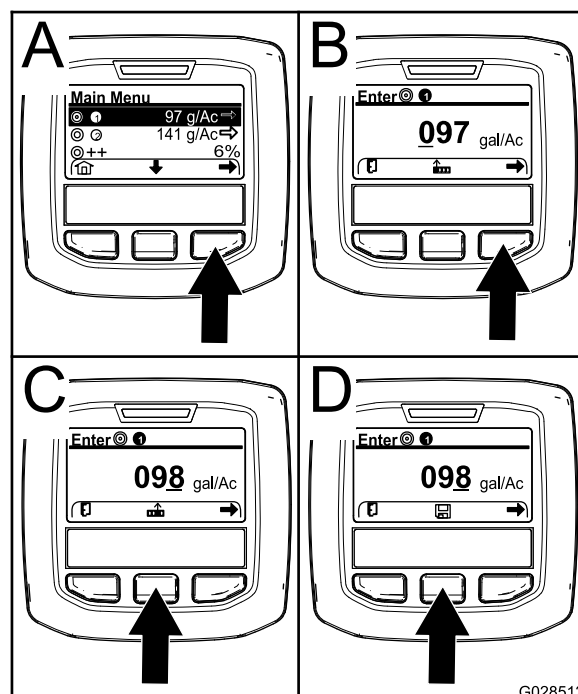

Figura 57
2. Se necessário, carregue no botão de seleção central para realçar a taxa de aplicação do programa 1 do pulverizador (Figura 57).
3. Carregue no botão de seleção direito para selecionar o programa 1 do pulverizador (A de Figura 57).
- Carregue no botão de seleção direito (B de Figura 57) para mover o cursor para a posição numérica seguinte à direita.
- Carregue no botão de seleção central (C de Figura 57) para aumentar o valor numérico (0 a 9).
**Nota:** Surge o ícone para guardar acima do botão de seleção central (D de Figura 57).
- Carregue no botão de seleção central (D de Figura 57) para guardar a programação da taxa de aplicação.